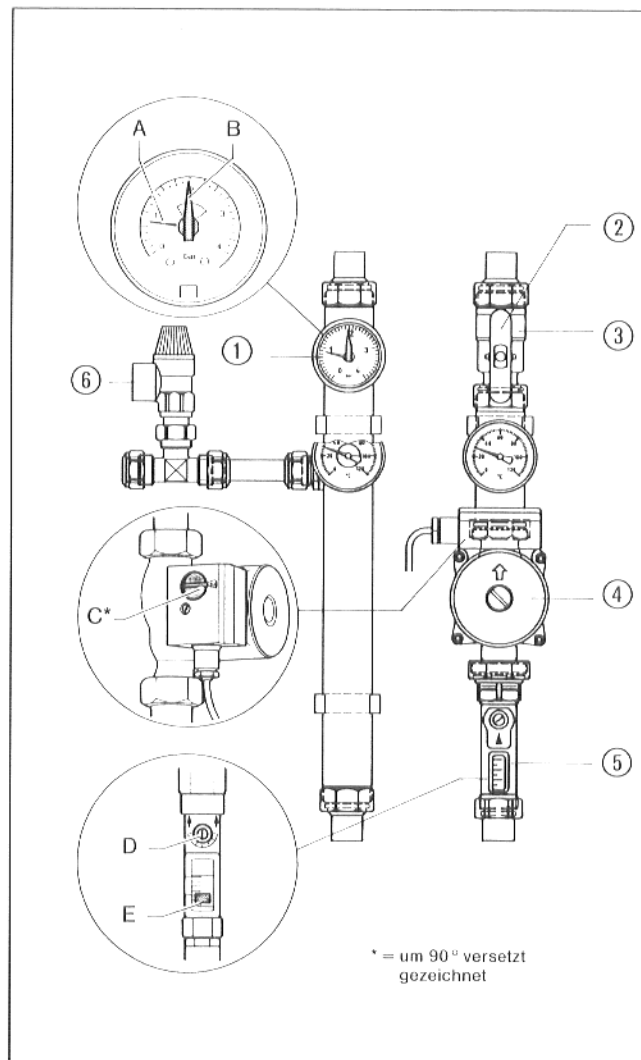

Abb. 6
- Betriebsüberdruck prüfen bzw. einstellen (Abb. 6).
**Hinweise:** der max. Betriebsüberdruck (B) soll im Endzustand 2,5 bar nicht überschreiten.
- Durchflußmenge einstellen (Abb. 6).
- Pumpenschalter (C) so einstellen, daß der Schwimmer (E) am Durchflußmengenbegrenzer (5) unter die erforderliche Durchflußmenge sinkt (Abb. 6).
- Mit Stellschraube (D) des Durchflußmengenbegrenzers (5) die Schwimmerunterkante auf die erforderliche Durchflußmenge einstellen (Abb. 6).
Hinter der Umwälzpumpe ist eine Absperrvorrichtung (2) installiert (Abb. 6).
Mit der Stellschraube (D) am Durchflußmengenbegrenzer kann der Vorlauf der Solarflüssigkeit abgesperrt werden (Abb. 6).